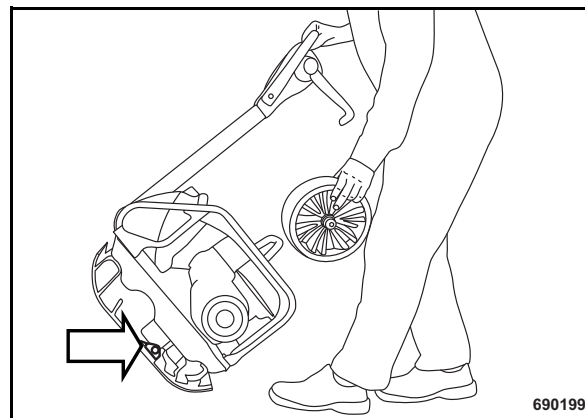

Fig. 26
- Encajar la rueda de transporte en el soporte (Fig. 26) en la placa base.